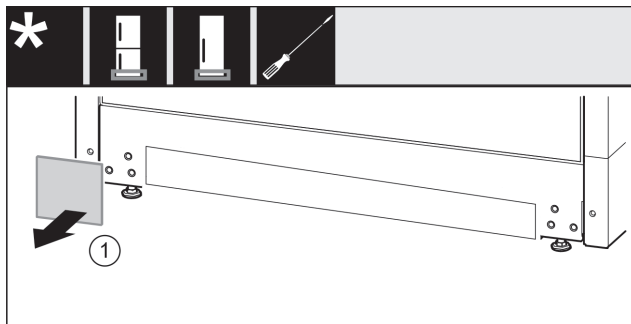

Fig. 14
- ▶ Vegye le a fedelet Fig. 14 (1).